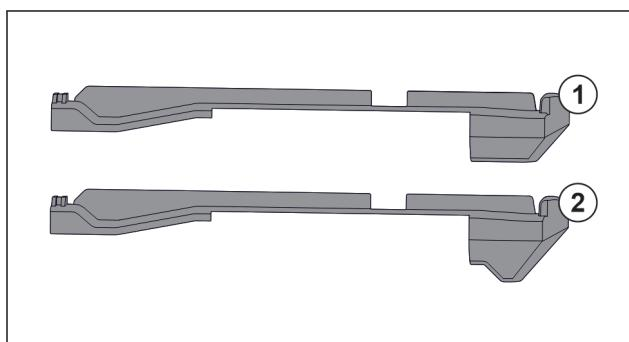

Fig. 83 Compararea pieselor de fixare
În aparat există două piese diferite de fixare. Piesa de fixare de deasupra sertarului de jos Fig. 83 (2) are o margine triunghiulară. Toate celelalte piese de fixare Fig. 83 (1) au o margine dreaptă.
- Montați piesa de fixare Fig. 83 (2) cu marginea triunghiulară peste sertarul de jos.
- Montați piesa de fixare Fig. 83 (1) cu marginea dreaptă la toate celelalte poziții.